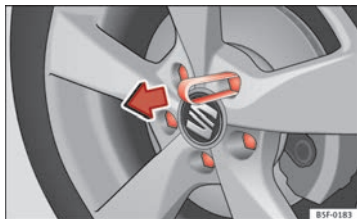

Fig. 166 Rueda: tornillos de la rueda con capuchones
- Encaje la pinza de plástico (herramienta de a bordo) sobre el capuchón hasta que encastre ⇒ fig. 166.